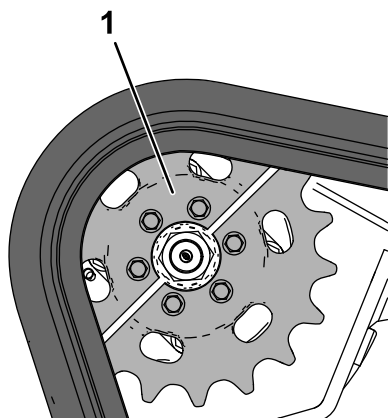

Figure 60
- Garez la machine sur une surface plane et horizontale en vérifiant qu'une seule moitié de pignon est engagée sur la chenille (Figure 60).